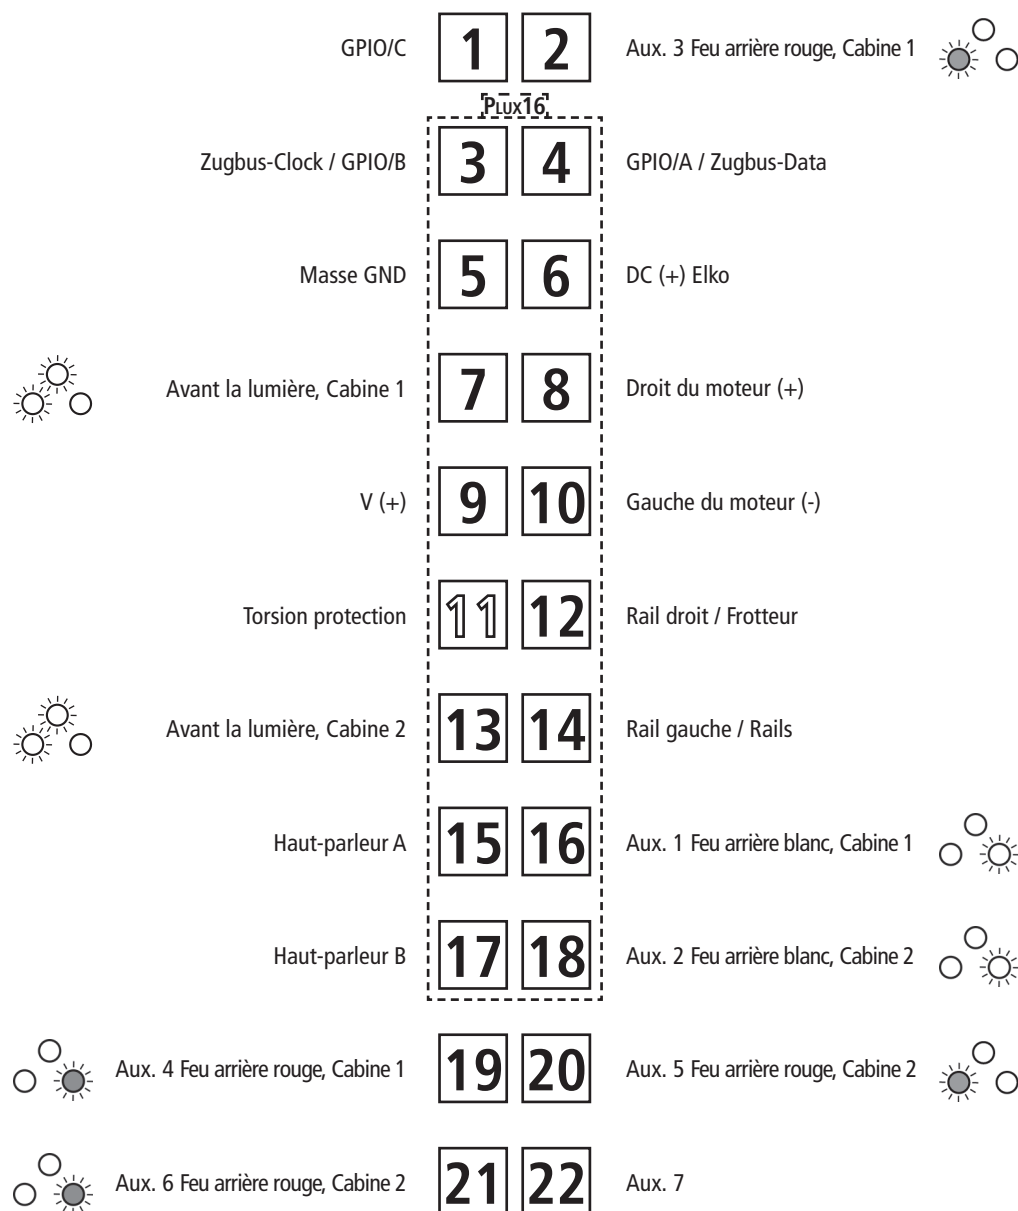

Fig. 6
2. Schmierung: Versehen Sie die im Schmierplan in Fig. 6 gekennzeichneten Stellen mit nur **kleinen Öltropfen**. Dazu zuerst das Lokgehäuse abnehmen (Fig. 3). Wir empfehlen den **ROCO Öler Art.-Nr. 10906**. Fürs Schmieren der Getriebeteile (Zahnräder, Schnecke) empfehlen wir das **ROCO-Spezialfett Art.-Nr. 10905**. Im Falle der Schmierung diese Teile **nicht ölen**.
2. Lubrication: Apply **tiny oil drops** to spots marked in fig. 6. Prior to lubrication dismantle locomotive (fig. 3). We recommend using item no. **10906, Roco oiler**. For lubrication the gearparts (e.g. cogwheels, worm) we would recommend our Roco **special grease** (item no. **10905**).
1. Nettoyage des lames de courant aux roues: Les lames de contacts risquent de s'encrasser rapidement sur des voies poussiéreuses. Veuillez **enlever la poussière** aux endroits marqués à la fig. 6 à l'aide d'un petit pinceau souple.
2. Graissage: N'appliquez **qu'une tout petite goutte** aux endroits indiqués par le plan de graissage (fig. 6) après avoir démonté la caisse de la locomotive (fig. 3). Nous vous recommandons le **graisseur à huile Roco réf. 10906**. Pour graisser les engrenages (roues dentées, vis sans fin) nous vous conseillons la **graisse spéciale Roco réf. 10905** pour engrenages en matières synthétiques. Lorsque vous utilisez cette graisse il faut éviter d'huiler ces composants.